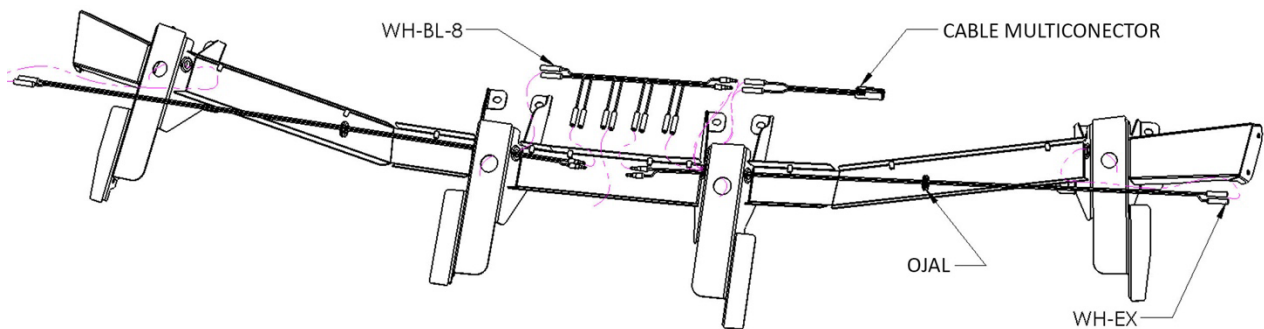

Figura 7
- d. Conecte los alambres como se muestra (ver figura 7 y 8).